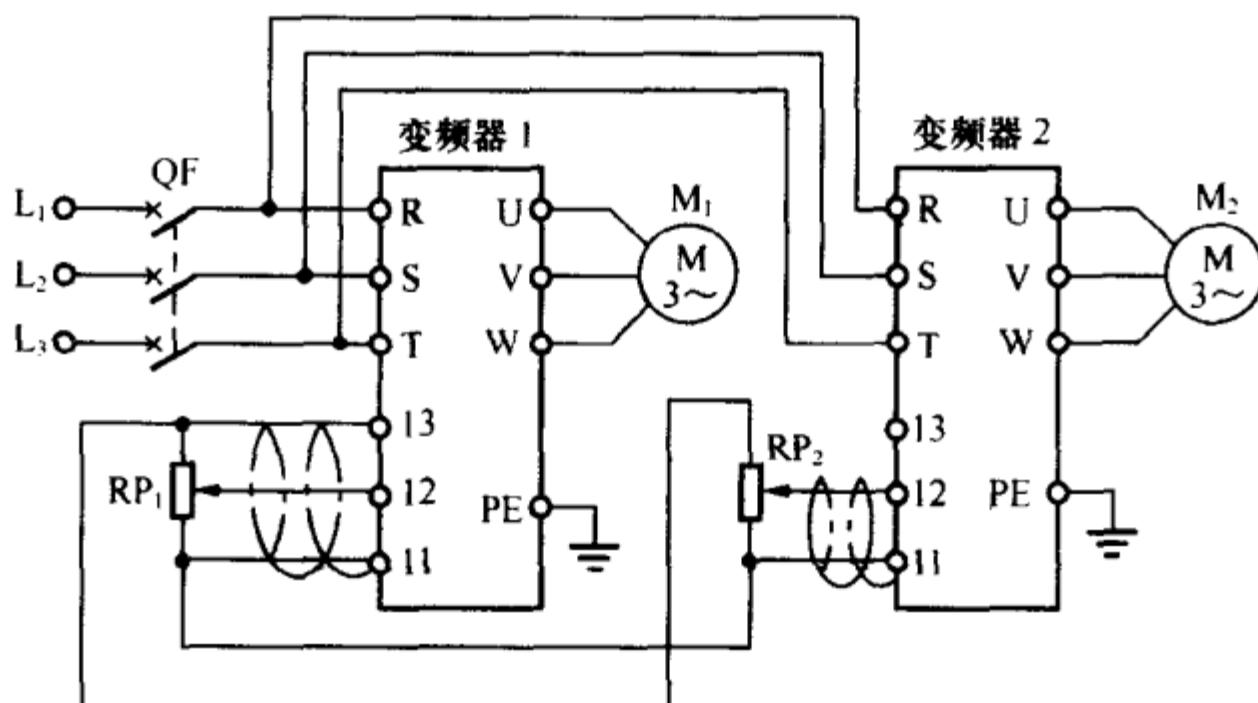
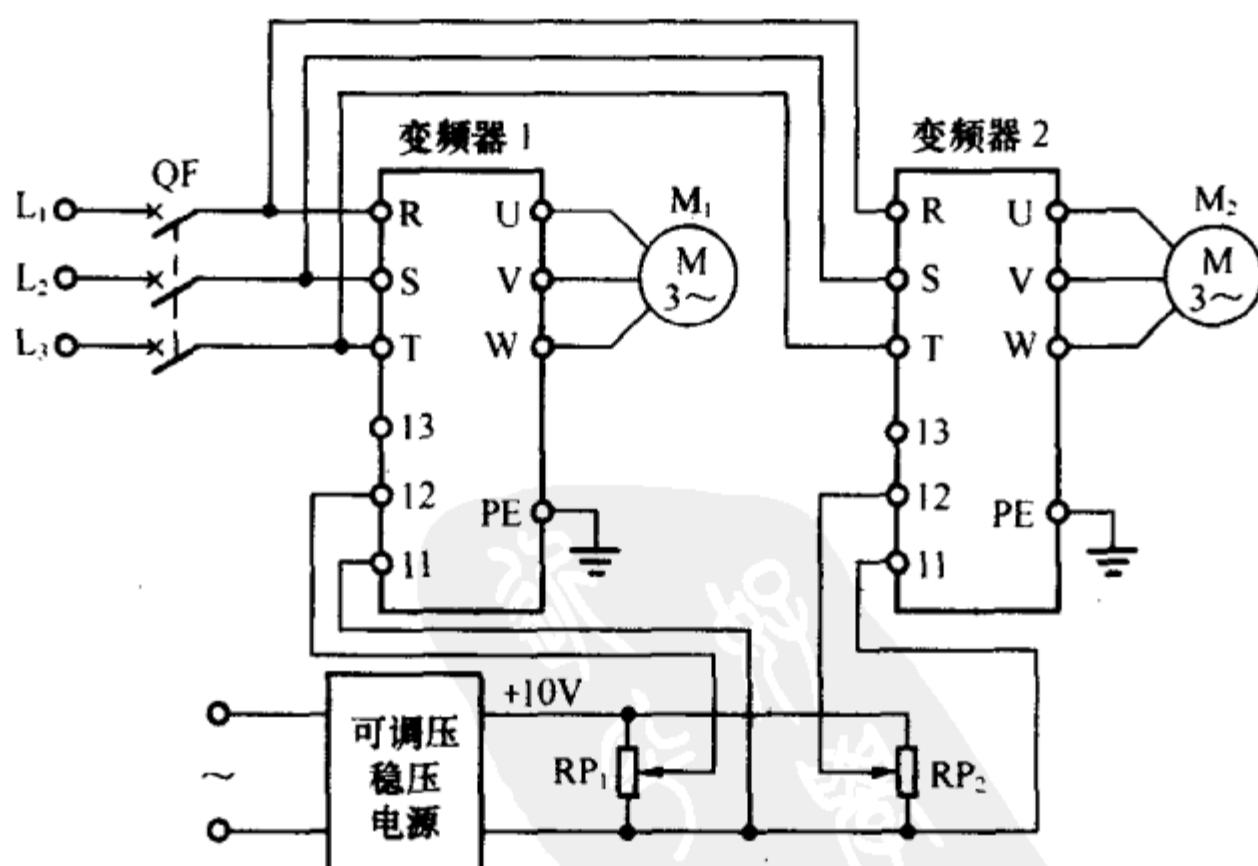

图 37 两台变频器同步控制两台电动机的线路(之一)
图 38 两台变频器同步控制两台电动机的线路(之二)
如果用两台变频器控制两台电动机以相同或不同转速运行，或虽以不同转速运行，但以同比例升、减速，有以下两种控制方法（控制线路分别见图 37、图 38）：
如果要求两台电动机以相同或不同转速运行，可按图 37 接线。调节两台变频器外接的电位器 RP₁ 和 RP₂，即可改变两台电动机的转速。如果要求两台电动机以不同转速运行，且要以同比例升、减速（第一台电动机 M₁ 的转速比第二台电动机 M₂ 高），则可将 RP₂ 的上端接到 RP₁ 的中心端，这样可以同步进行调速控制。调节 RP₁ 可使两台电动机同步同比例改变转速。
(2) 利用一台输出电压可调的稳压电源控制变频器电位器同步调速，可按图 38 接线。将变频器外接的两个电位器 RP₁、RP₂并联在稳压电源的输出端，调节 RP₁ 和 RP₂ 能分别改变两台电动机的转速。调节稳压电源的输出电压，即可控制两台电动机以同比例升、降速，达到两台电动机同步运行的目的。